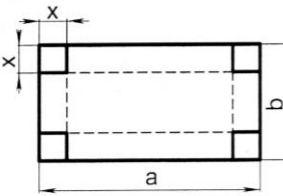

Рис. 5.9
5.15. З прямокутного листа жерсті розмірами  $a$  і  $b$  (рис.5.9) треба виготовити відкриту зверху коробку. Для цього по кутах листа вирізають однакові квадрати та загинають краї. Квадрати якого розміру  $x$  потрібно вирізати, щоб отримати коробку максимальної місткості?